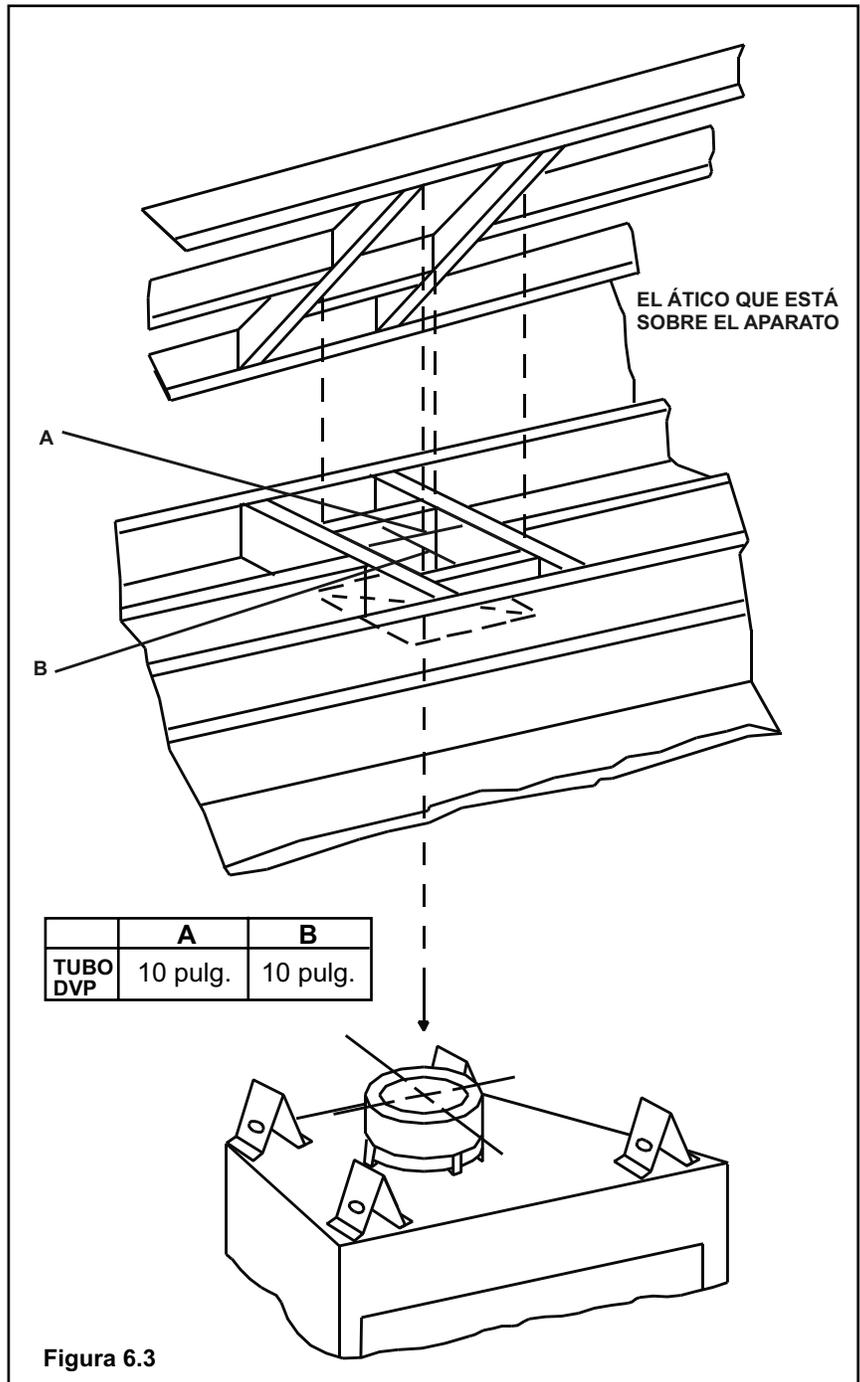

Figura 6.3
- Si el sistema de ventilación debe atravesar un cielorraso, enmarque una abertura de 10 por 10 pulgadas (vea la Figura 6.3).